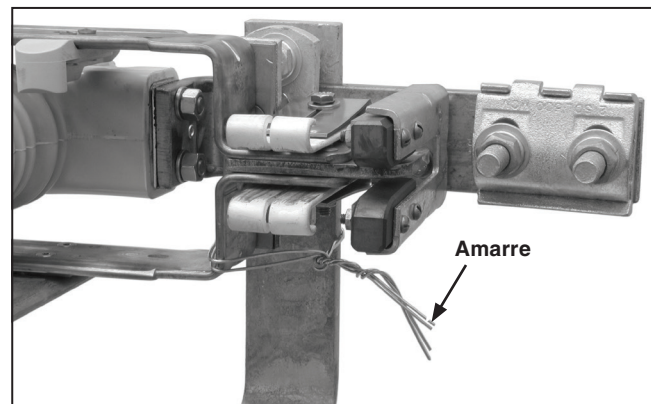

Figura 12. Quitando el amarre en el ensamblaje del contacto principal estacionario.
**PASO 16.** Retire las uniones que sujetan las cuchillas de los polos del interruptor a sus ensamblajes de contacto estacionario principal. Ver Figura 12.
**PASO 31.** Retire las uniones que sujetan las cuchillas a sus ensambles de contacto estacionario principal. Ver Figura 12 en la página 14.